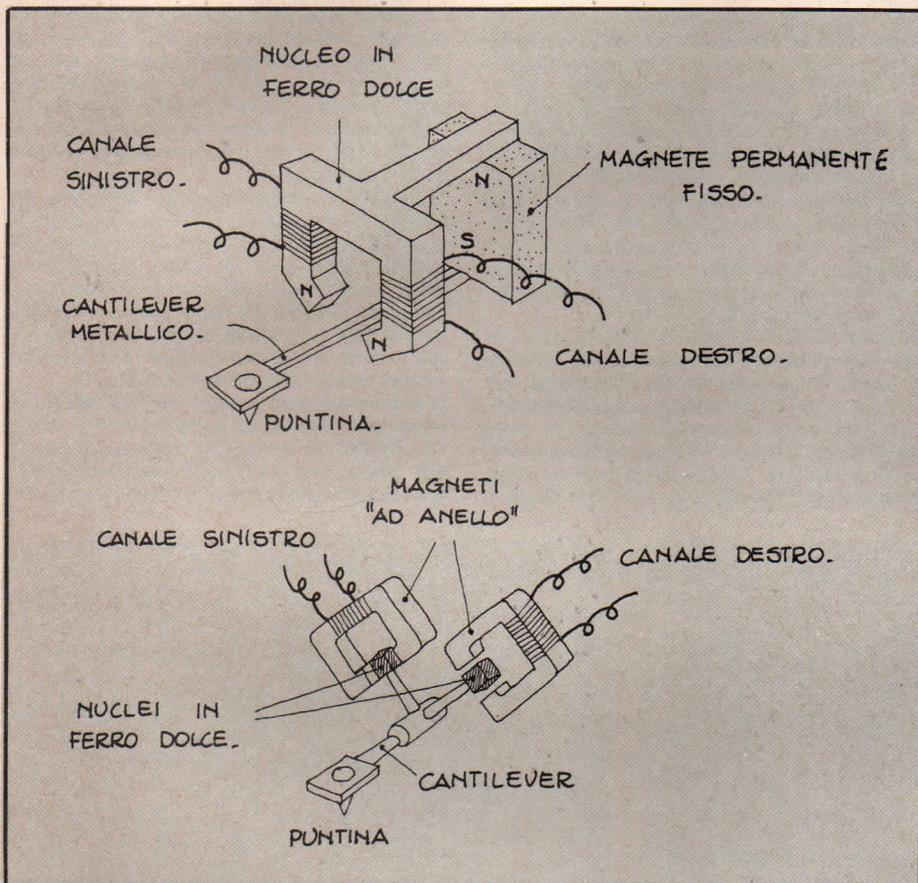

Fig. 16: Costituzione del pick-up «a riluttanza variabile».
6) Pick-up «a riluttanza variabile» (Fig. 16).